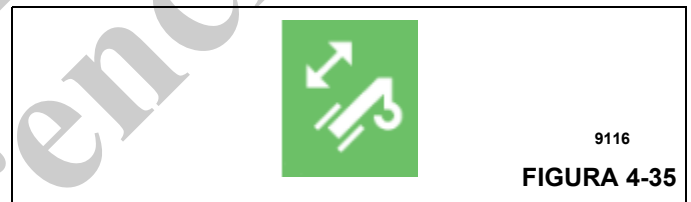

FIGURA 4-35
- Verifique que la función telescópica esté habilitada. Esto se confirma con el fondo verde del icono para la función telescópica en el área del margen derecho de la pantalla de funcionamiento. Consulte Figura 4-35.